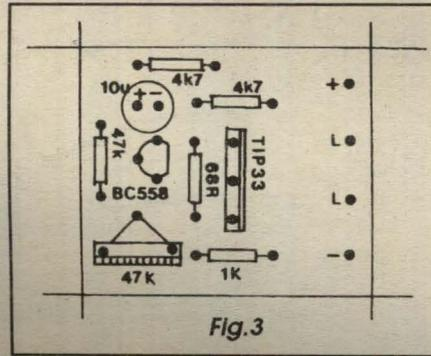

Fig. 3
- FIG. 3 - CHAPEADO DA MONTAGEM - Como são poucas as peças, o lado não cobreado da placa (mostrado também em tamanho natural, na figura...) ficou *descongestionado*, fácil de seguir visualmente, mesmo por leitores/hobbyistas principiantes... Basta inserir e soldar as peças seguindo cuidadosamente o gabarito, que traz todas as informações necessárias, com os componentes indicados pelos seus códigos, valores, polaridades, posições, etc. Lembrar que o capacitor eletrolítico apresenta terminais *polarizados*, devendo a indicação (+) e (-) ser rigorosamente respeitada... Pelas mesmas razões, os dois transistores devem ser acomodados na plaquinha exatamente conforme mostrado: o TIP33 com sua lapela metálica voltada para a borda do impresso que apresenta os pontos L-L (destinados a conexões externas...) e o BC558 com seu lado *chato* virado para o resistor de 68R, próximo... Quanto aos resistores, são componentes não polarizados, mas seus valores tem que ser perfeitamente *lidos* para que as inserções não se dêem em lugares trocados... quem tiver dúvidas poderá consultar o TABELÃO APE onde (além de outras informações fundamentais...) o velho e bom *código de cores* dos resistores é devidamente *mastigado*... Depois de tudo soldado, é recomendável que uma conferência final seja feita, verificando-se cada valor, código, posição, polaridade, até que tudo esteja - com certeza - *batendo* com o diagrama da figura... Aproveitar para verificar a integridade dos pontos de solda, pela face cobreada (oposta à vista na figura...), só então cortando as *sobras* de terminais e *pernas* de componentes...
- FIG. 3 - CHAPEADO DA MONTAGEM - Como são poucas as peças, o lado não cobreado da placa (mostrado também em tamanho natural, na figura...) ficou *descongestionado*, fácil de seguir visualmente, mesmo por leitores/hobbystas principiantes... Basta inserir e soldar as peças seguindo cuidadosamente o gabarito, que traz todas as informações necessárias, com os componentes indicados pelos seus códigos, valores, polaridades, posições, etc. Lembrar que o capacitor eletrolítico apresenta terminais *polarizados*, devendo a indicação (+) e (-) ser rigorosamente respeitada... Pelas mesmas razões, os dois transistores devem ser acomodados na plaquinha exatamente conforme mostrado: o TIP33 com sua lapela metálica voltada para a borda do impresso que apresenta os pontos L-L (destinados a conexões externas...) e o BC558 com seu lado *chato* virado para o resistor de 68R, próximo... Quanto aos resistores, são componentes não polarizados, mas seus valores tem que ser perfeitamente *lidos* para que as inserções não se dêem em lugares trocados... quem tiver dúvidas poderá consultar o TABELÃO APE onde (além de outras informações fundamentais...) o velho e bom *código de cores* dos resistores é devidamente *mastigado*... Depois de tudo soldado, é recomendável que uma conferência final seja feita, verificando-se cada valor, código, posição, polaridade, até que tudo esteja - com certeza - *batendo* com o diagrama da figura... Aproveitar para verificar a integridade dos pontos de solda, pela face cobreada (oposta à vista na figura...), só então cortando as *sobras* de terminais e *pernas* de componentes...